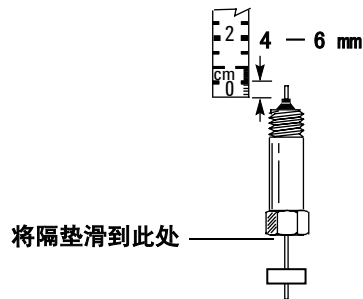
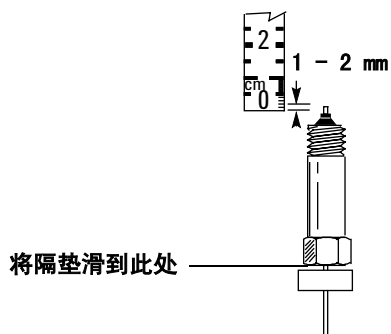

图 30 标记色谱柱
图 37 标记色谱柱
- 3 把色谱柱穿过垫圈，并在垫圈上端伸出 4-6 mm 长（如图 30 所示）。将隔垫滑动到螺帽，标记这个长度。
- 7 把色谱柱穿过垫圈，并在垫圈上端伸出 1-2 mm 长（图 30）。把隔垫向上滑动到螺帽，以标记这个长度（图 37）。